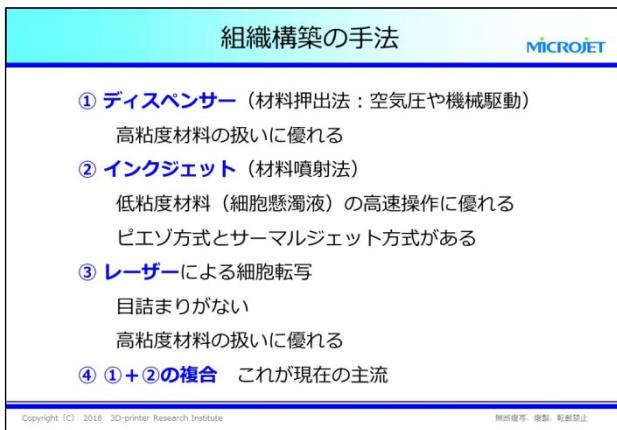

図 11 組織構築の手法
細胞の組織構築に必要なマテリアルは、細胞種、足場材、培養液等である。また、構造を作るには大きく四つの方法、①ディスペンサー（材料を空気圧やメカニカルに押し出す）、②インクジェット、③レーザーを使ってバブルを発生させ、そのバブルの膨張で液を押し出す方法、④これを組み合わせた方法である（図 11）。